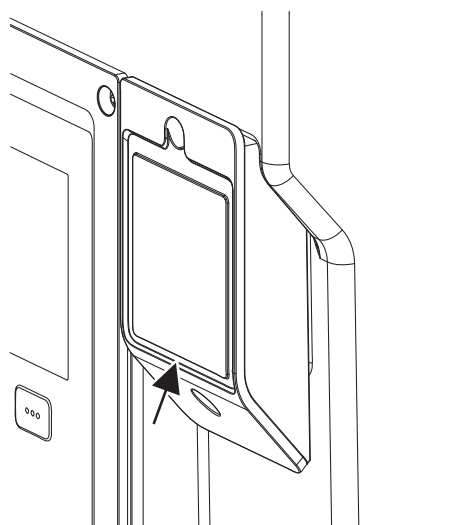

Fig. 32: Poklopac za Wilo-Smart Connect modul BT
1. Otpustite vijak poklopca Wilo-Smart Connect modula (Fig. 32) i otvorite poklopac.
Zbog konstrukcije Wilo-Smart Connect modul BT može se utaknuti samo u jednoj centriranosti. Daljnje učvršćivanje modula ne odvija se samostalno. Poklopac Wilo-Smart Connect modula (Fig. 32) na gornjem dijelu elektroničkoga modula čvrsto drži modul u sučelju.